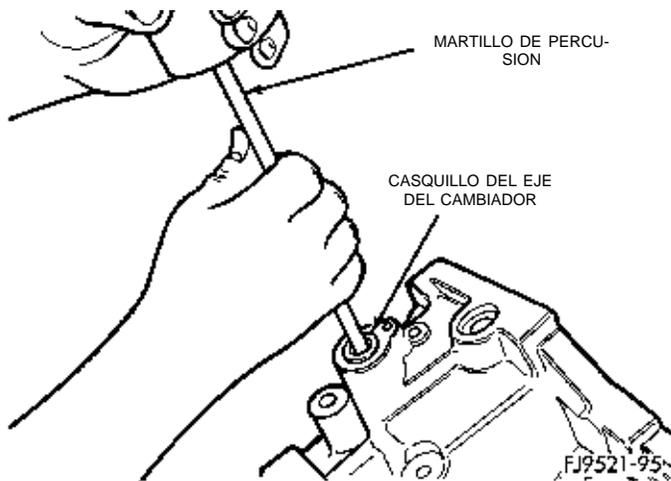

Fig. 137 Desmontaje del casquillo del eje de cruce
- (1) Instale el martillo de percusión N° 3752 a través del casquillo de cruce.
- (2) Enrosque la tuerca y la arandela en el martillo de percusión.
- (3) Mediante el martillo de percusión, retire el casquillo del eje de cruce (Fig. 137).